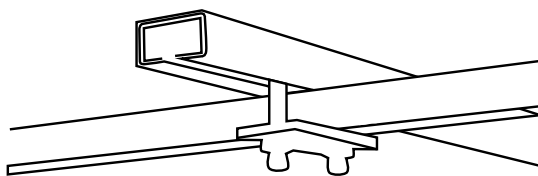

figura 3
3. Fissare la tenda da tetto al portapacchi o alle barre portatutto in quattro punti come indicato nella figura 3.